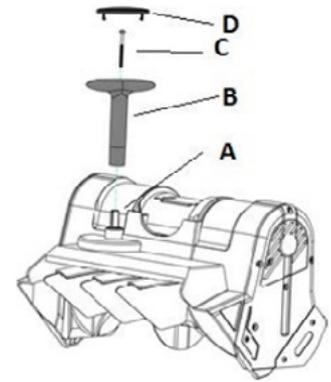

Рис. 5
Установите ручку регулировки направления выброса снега (В) на посадочное место (А), зафиксируйте болтом (С) и закройте крышкой (D) (Рис. 5).